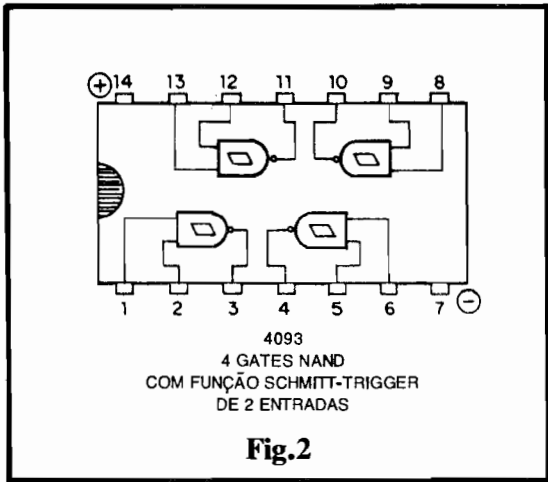

Fig.2
- FIG. 2 - 4093 (4 **gates** **NAND** de 2 Entradas cada, com função S.T.) - Em termos lógicos, o 4093 é idêntico a um 4011, já estudado, porém contém a função "interpretadora" **Schmitt Trigger**, simbolizada por aquele pequeno **losango** ou trapezóide desenhado no interior da notação gráfica convencional do **gate**... Observem que, no mais, o 4093 é também idêntico ao 4011 em pinagem, localização das "pernas" correspondentes à alimentação, etc.